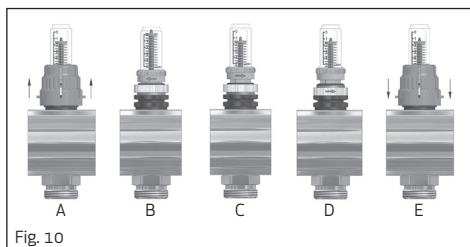

Fig. 10
- a. Rimuovere la copertura arancione come da Fig. 10-A.
- b. Portare il FLUXER in posizione di chiusura ruotando la ghiera superiore nel senso indicato dalla freccia in Fig. 10-B. In posizione di chiusura l'indicatore visualizzerà un valore di portata nullo.
- c. Quindi aprire ruotando la medesima ghiera in senso contrario (Fig. 10-C), verificando sul vetrino il corretto valore di portata.
- d. Avvitare nel senso indicato dalla freccia in Fig. 10-D la ghiera in basso fino all'arresto meccanico.
- e. Riposizionare da ultimo la copertura arancione (Fig. 10-E).